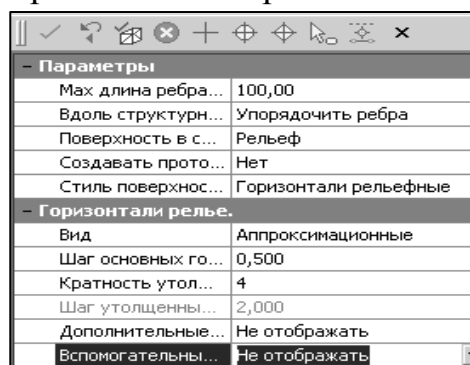

Рис. 3.9. Параметры поверхности
8.1. **ПОВЕРХНОСТЬ – СОЗДАТЬ ПОВЕРХНОСТЬ – СОЗДАТЬ В СЛОЕ**. В окне параметров установите параметры поверхности согласно рис. 3.9 и выполните команду **СОЗДАТЬ ПОВЕРХНОСТЬ**. Примените построения .